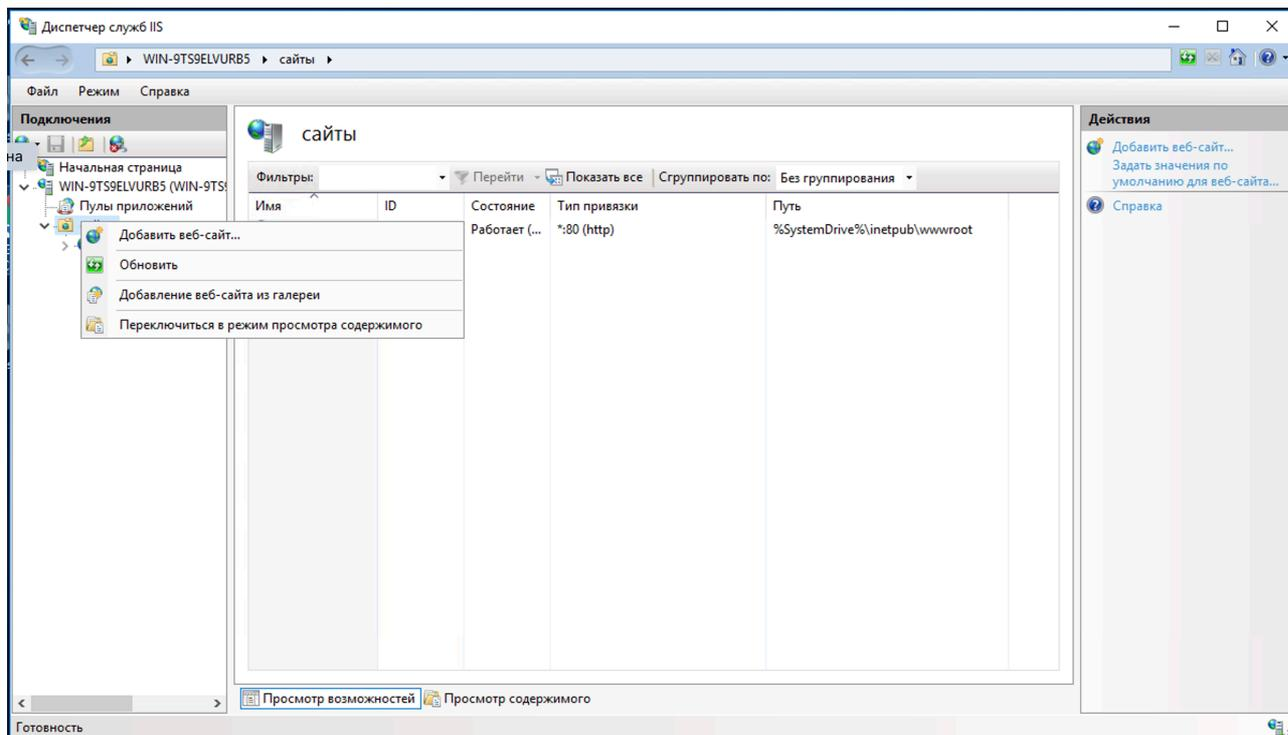

Рисунок 6.8 Добавление веб-сайта
3.2. В Диспетчере служб IIS в окне подключения выбираем пункт «сайты». В контекстном меню выбираем пункт «Добавить веб-сайт...» Рисунок 6.8 Добавление веб-сайта.